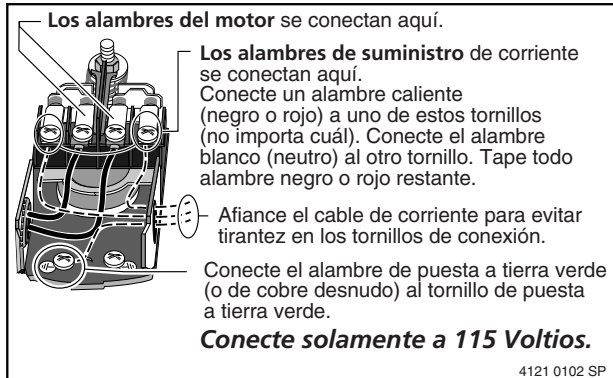

Figura 7. Conexiones de los cables para el suministro de corriente de 115 voltios.
Su manóstato se parece a uno de los que se ilustran en la figura 7. Conecte el suministro de corriente según se ilustra para su tipo de manóstato.
1. Conecte el cable de puesta a tierra primero según se ilustra en la Figura 7. El cable de puesta a tierra debe ser un cable de cobre macizo por lo menos tan grande como los cables de suministro de corriente.
4. Conecte los cables de suministro de corriente al manóstató según se ilustra en la Figura 7.